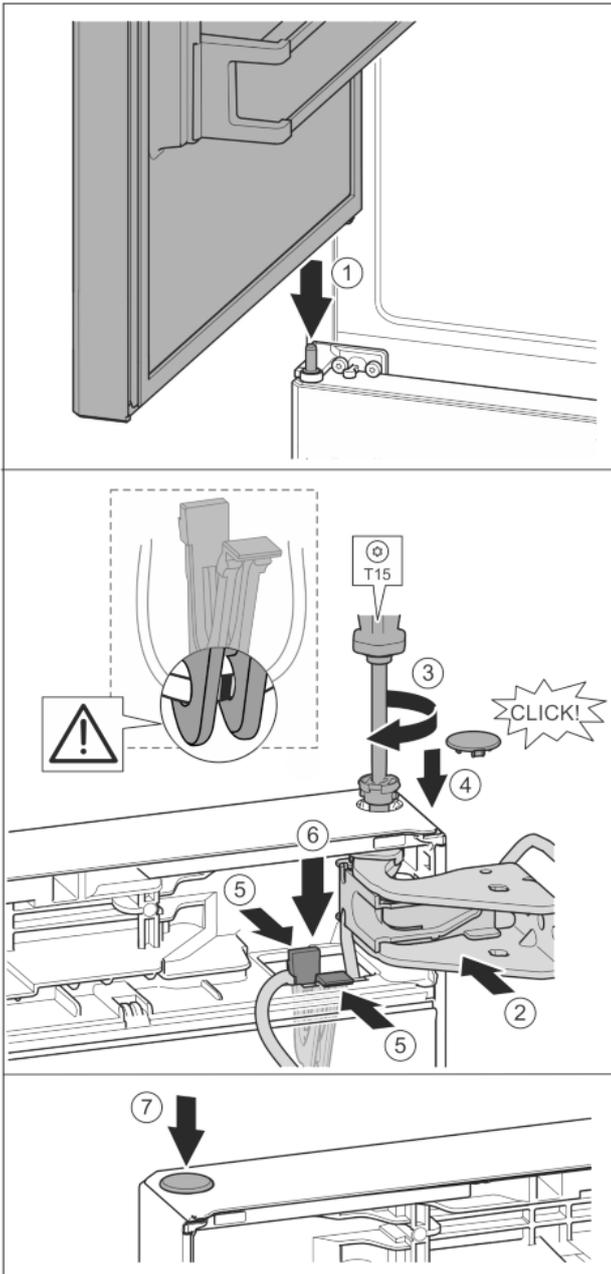

Fig. 36
- ▶ Mettre la porte supérieure sur l'axe de palier du milieu *Fig. 36 (1)*
- ▶ Orienter la porte en haut pour l'ouverture dans le support de palier. *Fig. 36 (2)*
- ▶ Poser le boulon et le visser avec un tournevis T15. *Fig. 36 (3)*
- ▶ Monter le cache de sécurité pour sécuriser la porte : Mettre en place le cache de sécurité et vérifier qu'il repose sur la porte. Sinon, enfoncer à fond le boulon. *Fig. 36 (4)*
- ▶ Placer le support avec le câble attaché dans l'ouverture. *Fig. 36 (5)*
- ▶ Appuyer sur le support vers le bas jusqu'à ce que la languette s'enclenche. *Fig. 36 (6)*
- ▶ Mettre le bouchon en place. *Fig. 36 (7)*